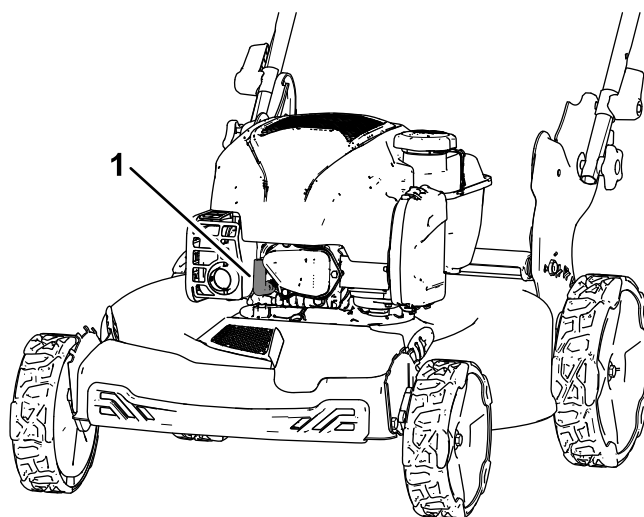

Figura 17
2. Desligue o fio da vela da ignição da vela da ignição (Figura 17).